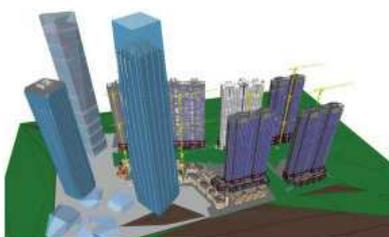

图1 项目总体模型
2.1在前期投资估算及决策期时,可以按初步设计至施工图设计的过程逐步建模,形成整体的预建工程模型框架(如图1),让投资人了解到整体成活后的景观、形
3.2以龙汇广场二期为例,前年相关开发的初步设计出来后,为了给投资人、领导层、设计者以直观的整体感觉与效果,将REVIT建筑三维模型全部做出来(如图1),整体效果一目了然,经渲染后,放大至街景会给人以身临其境的感觉。当时一投资方在会前还表示需见到项目市场应果评价才会签合约,在整体展示及说明会后,即同意了给项目资金融资,提前了近六个月以上,以3亿元计,大约至少节省融资、管理、公关成本600万元以上(粗略)。设计的整体效果方便改进,为领导层提出相关意见提供了一定的可视化平台,比粗涩难懂的平面